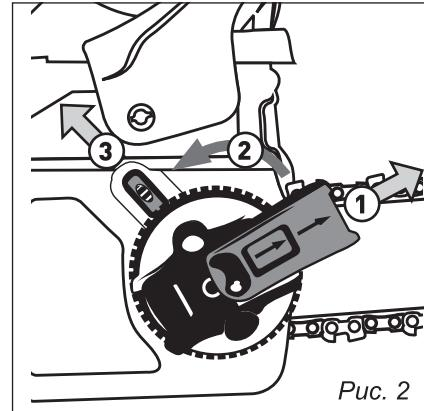

Рис. 2
- Сдвиньте подвижную часть на диске фиксатора крышки тормоза цепи, поворачивая против часовой стрелки за выступающую часть открутите гайку крепления крышки (рис. 2, п. 1).
- Снимите крышку тормоза цепи, отведите фиксатор диска натяжителя цепи (рис. 2, п. 3) вверх и удерживая его в таком положении вращайте диск против часовой стрелки (рис. 2, п. 2), при этом ползун натяжителя цепи будет перемещаться в сторону ведущей звездочки (ослабление натяжки цепи).